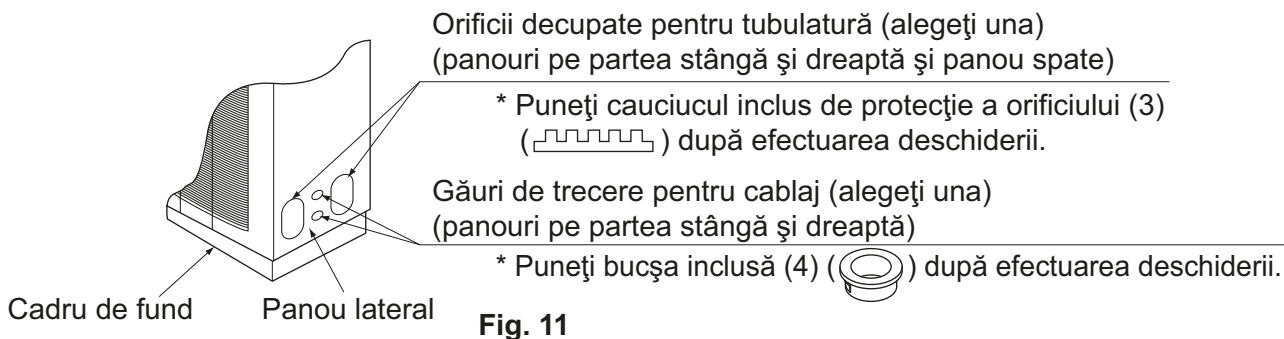

Fig. 11
1. Deschideți orificiile decupate de pe panoul din dreapta (stânga). **(Consultați Fig. 11)**